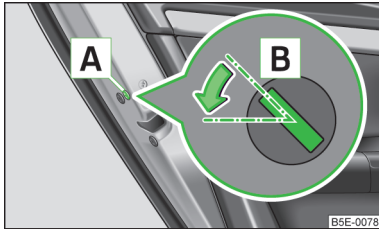

Abb. 202
- › Die Blende **A** abbauen » Abb. 202.